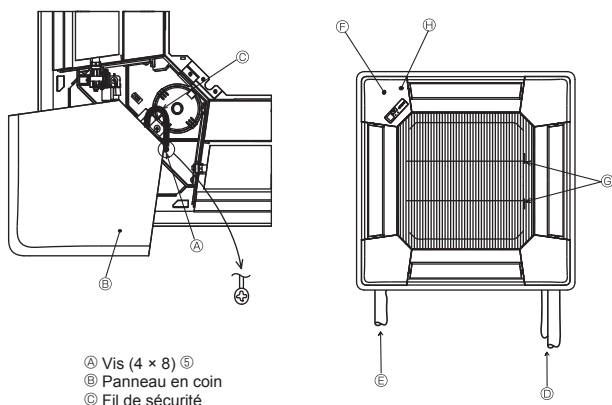

Fig. 9-10
- Ⓐ Vis (4 × 8) ⑤
9.7. Installation de la grille d'aspiration (Fig. 9-10)